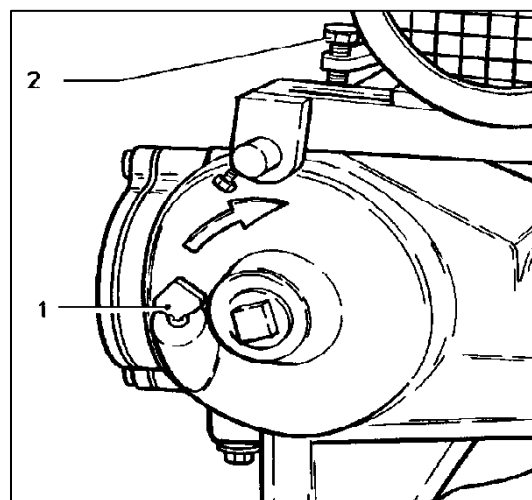

Abbildung 21: Ölstand
Neue Keilriemen müssen nach etwa 4 - 5 Wochen Laufzeit mit der Spanschraube (2) (→ Abbildung 21) nachgespannt werden.